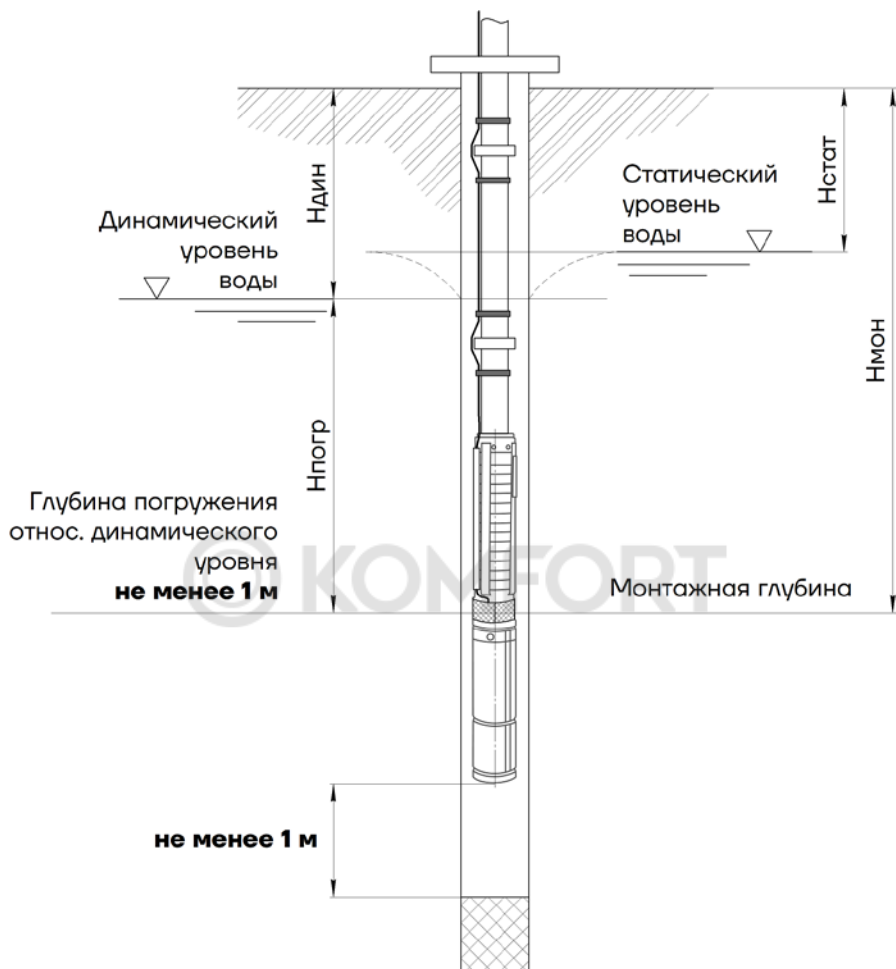

Рис. 4 Глубина установки насосного агрегата SJ
- Определить статический уровень (см. рис. 4 в разделе 13.3);
Расстояние между глубиной монтажа насоса и динамическим уровнем воды (уровень при работе агрегата) должно быть не менее 1 м. (см. рис. 4). Сетчатый фильтр на всасывании должен быть обязательно погружен в жидкость. От насосного агрегата до дна скважины должно быть не менее 1 м.